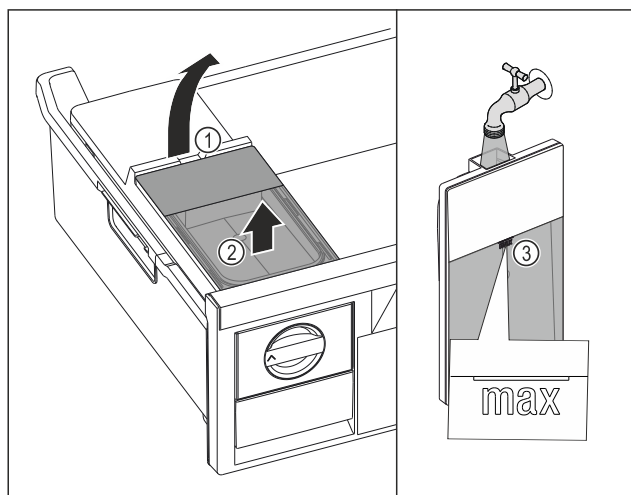

Fig. 109
- Watertank aan de uitsparing Fig. 109 (1) optillen.
- Watertank naar boven toe verwijderen. Fig. 109 (2)
- Watertank tot de markering Fig. 109 (3) vullen met drinkwater.